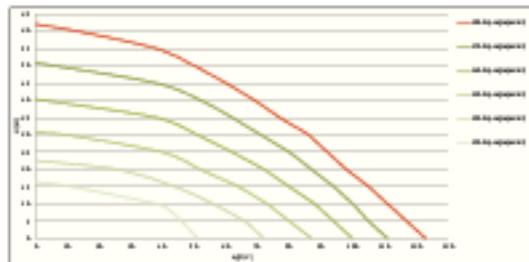
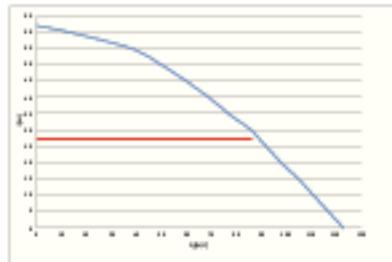

Рисунок 6
Рисунок 7
На Рис.6 на графике красным цветом нарисована характеристическая кривая гидравлического эксплуатационных характеристик при максимальной скорости вращения (насос не управляем инвертором). Получаем:
На том же графике на Рис.6, зеленым цветом выделены другие характеристические кривые, соответствующие уменьшенной скорости вращения электронасоса. Инвертор, автоматически модулируя скорость вращения электронасоса, позволяет ему перенести эту сопоставимую работу от одной характеристики своей кривой к другой, сохранив постоянное заданное значение давления (SP). На практике, кривая, получаемая системой, подтверждаемой инвертором, становится той, которая изображена на Рис.7 (с учетом величины SP по умолчанию = 3,0 бар).